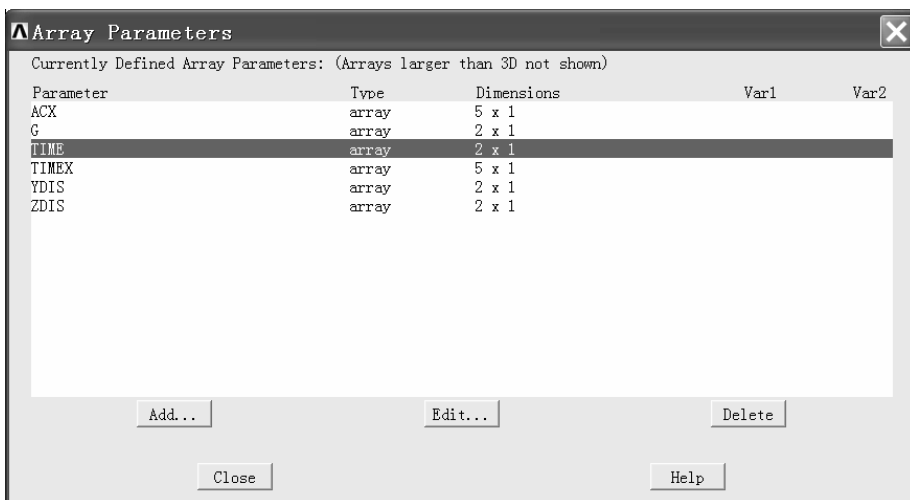
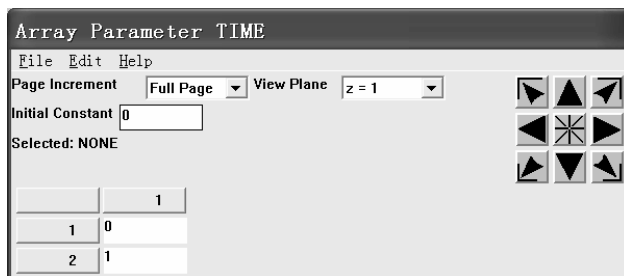

图 10-32 “Array Parameters” 窗口
图 10-33 “Array Parameter TIME” 窗口
(8) 用鼠标左键单击“Array Parameters”窗口中的“TIME”，“TIME”背景变为蓝色，表示被选中（见图 10-32）。然后单击“Edit...”按钮，弹出“Array Parameter TIME”窗口（见图 10-33）。
(9) 如图 10-33 所示, 在 “Array Parameter TIME” 窗口左下方的两个方框中依次填入 “0”、“1”。
(10) 单击 “Array Parameter TIME” 窗口左上角的 “File” 下拉菜单, 再单击下拉菜单中出现的 “Apply”。再次单击 “Array Parameter TIME” 窗口左上角的 “File” 下拉菜单, 接着单击下拉菜单中出现的 “Quit” 返回到 “Array Parameters” 窗口。
(11) 用鼠标左键单击 “Array Parameters” 窗口中的 “G”, 然后单击 “Edit...” 按钮, 弹出 “Array Parameter G” 窗口。
(12) 在 “Array Parameter G” 窗口左下方的两个方框中依次填入 “9.8”、“9.8”。注意: 这里填写的确实为 “正” 的 “9.8”, 它表示重力加速度沿 Y 轴的负方向。
(13) 单击 “Array Parameter G” 窗口左上角的 “File” 下拉菜单, 再单击下拉菜单中出现的 “Apply”。再次单击 “Array Parameter G” 窗口左上角的 “File” 下拉菜单, 接着单击下拉菜单中出现的 “Quit” 返回到 “Array Parameters” 窗口。
(14) 用鼠标左键单击 “Array Parameters” 窗口中的 “YDIS”, 然后单击 “Edit...” 按钮, 弹出 “Array Parameter YDIS” 窗口。
(15) 单击 “Array Parameter YDIS” 窗口左上角的 “File” 下拉菜单, 再单击下拉菜单中出现的 “Apply”。再次单击 “Array Parameter YDIS” 窗口左上角的 “File” 下拉菜单, 接着单击下拉菜单中出现的 “Quit” 返回到 “Array Parameters” 窗口。
(16) 用鼠标左键单击 “Array Parameters” 窗口中的 “ZDIS”, 然后单击 “Edit...” 按钮, 弹出 “Array Parameter ZDIS” 窗口。
(17) 单击 “Array Parameter ZDIS” 窗口左上角的 “File” 下拉菜单, 再单击下拉菜单中出现的 “Apply”。再次单击 “Array Parameter ZDIS” 窗口左上角的 “File” 下拉菜单, 接着单击下拉菜单中出现的 “Quit” 返回到 “Array Parameters” 窗口。
(18) 用鼠标左键单击 “Array Parameters” 窗口中的 “TIMEX”, 然后单击 “Edit...” 按钮, 弹出 “Array Parameter TIMEX” 窗口。
(19) 在 “Array Parameter TIMEX” 窗口左下方的五个方框中依次填入 “0”、“0.05”、“0.1”、“0.15”、“0.2”。